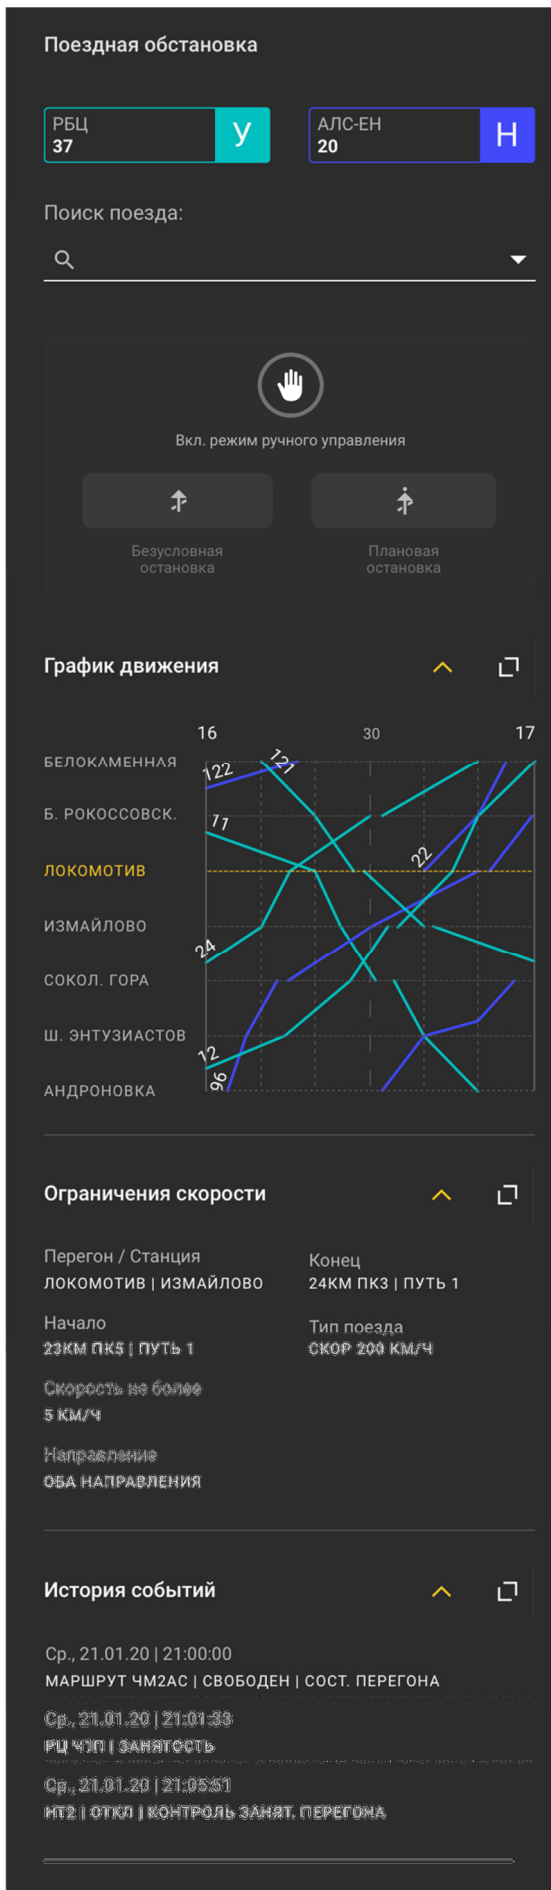
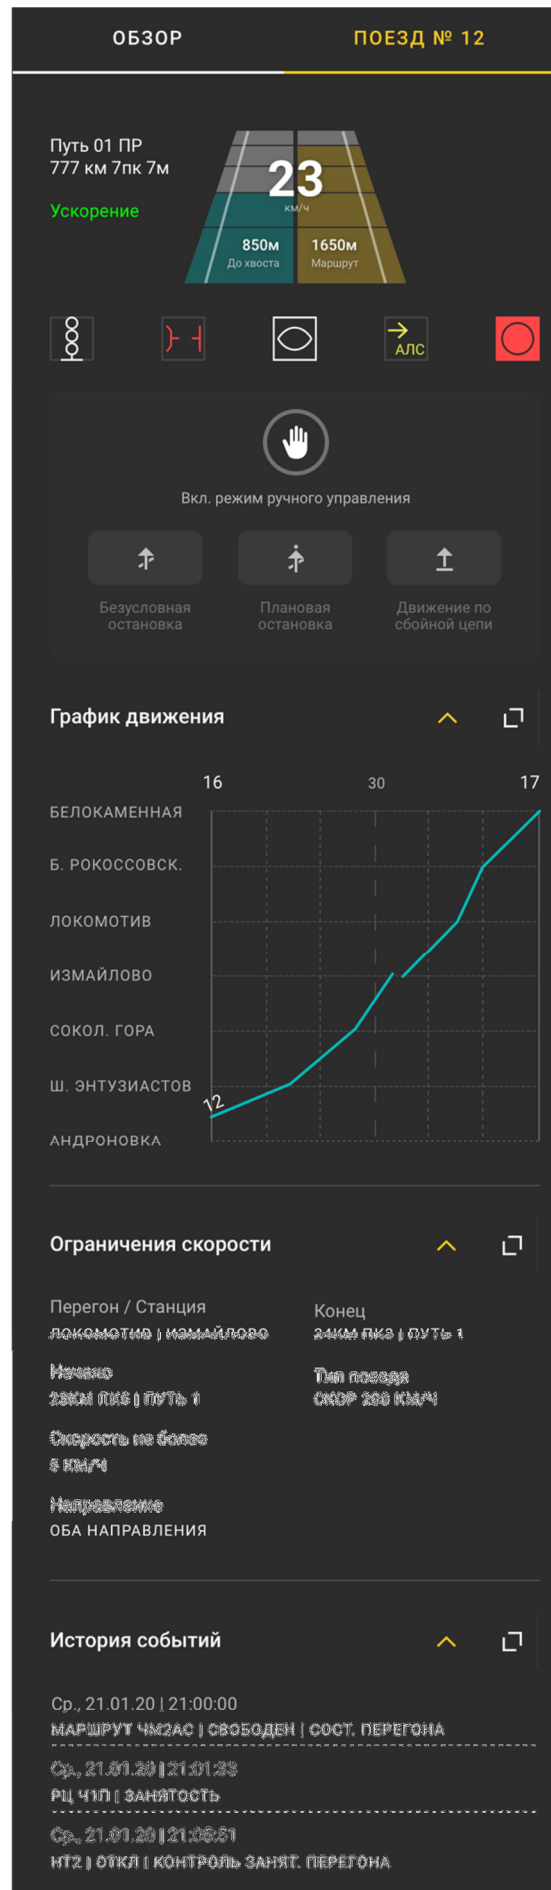
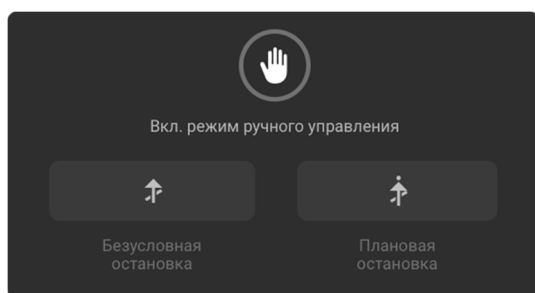
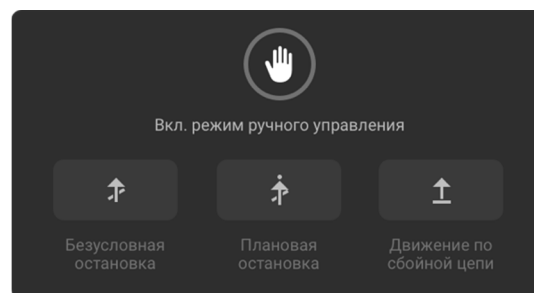

Рисунок 4.2.1 Панель сводных данных
Рисунок 4.2.2 Панель поездных данных
Рисунок 4.5.1 Управление группой поездов
Рисунок 4.5.2 Управление одним поездом
1. Отображение сводных данных по всем электропоездам МЦК, в тех случаях, когда ни один электропоезд не был выбран на схем-плане (рис. 4.2.1)
2. Отображение информации о выбранном электропоезде (рис. 4.2.2).
В верхней части панели (рис. 4.2.1) представлены количественные данные о поездной обстановке (рис 4.3). Число указывает на число поездов, сокращения РБЦ (радио блок центр) и АЛС-ЕН (управление машинистом), буква и цвет, на режим подключения электропоезда. Для удобства пользователей, цветовая индикация пиктограмм совпадает с цветовой индикацией пиктограмм поездов на схем-планах (подробности в таблице 3.3, главы 3). Данный элемент интерфейса несет в себе только информационную функцию и не требует действий со стороны пользователя.
Ниже поля быстрого поиска, размещен интерфейс перевода электропоездов из режима РБЦ-У (режим автоматического управления) в режим РБЦ-А (режим дистанционного ручного управления) и обратно. Режим РБЦ-А необходим для перехвата управления электропоездами в случае возникновения нештатных ситуаций. В зависимости от отображаемого типа «Панели детализации информации и управления подвижным составом» - панель сводных данных (рис. 4.2.1) или панель поездных данных (рис. 4.2.2), интерфейс может иметь разный набор элементов управления (рис. 4.5.1 и рис. 4.5.2)